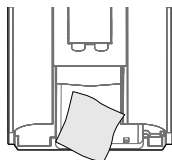

Fig. 2
3. Limpe o interior do aparelho com um pano macio (Fig. 2).